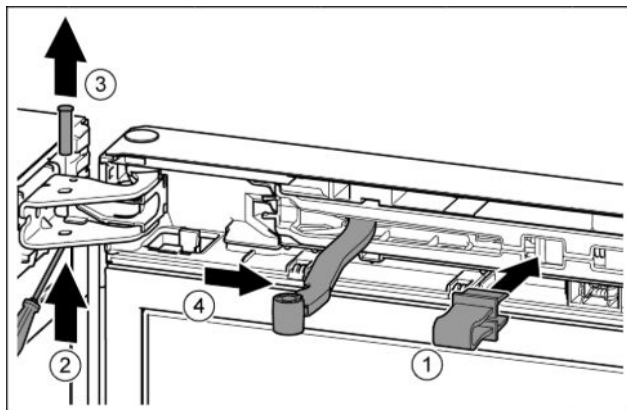

Fig. 7
► Introduire l'arrêt dans l'ouverture. Fig. 7 (1)
► Desserrer le boulon avec un tournevis. Fig. 7 (2)
► Sortir le boulon par le haut. Fig. 7 (3)
► Tourner l'articulation en direction de la porte. Fig. 7 (4)